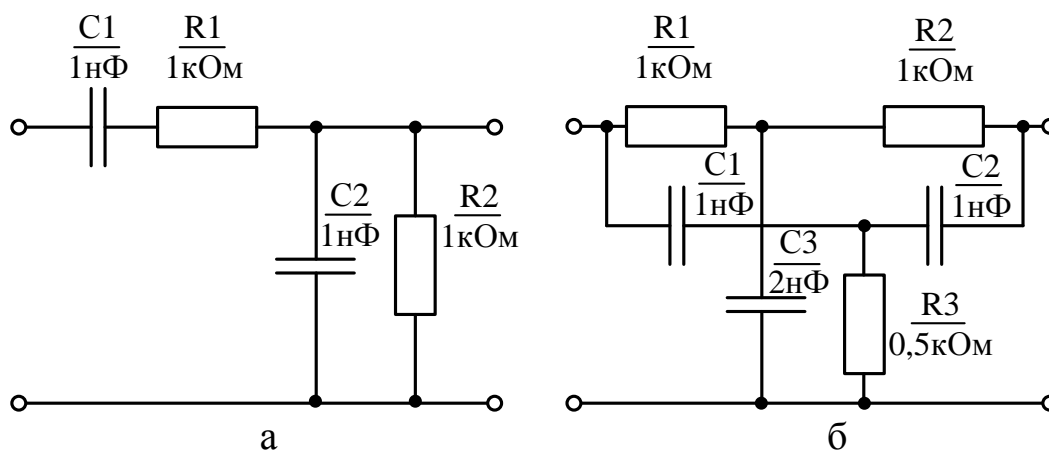

Рис. 1.4. Схемы полосно-пропускающего (а) и полосно-заграждающего (б) фильтров
6) Составить схему полосно-пропускающего фильтра (ППФ) (рис. 1.4, а). С помощью Бode-плоттера определить логарифмические амплитудно- и фазочастотные (ЛАЧХ и ЛФЧХ) характеристики цепи. По графику ЛАЧХ определить центральную частоту пропускания f_0 .
8) Составить схему полосно-заграждающего фильтра (ПЗФ) (рис. 1.4, б). С помощью Бode-плоттера определить логарифмические амплитудно- и фазочастотные (ЛАЧХ и ЛФЧХ) характеристики цепи. По гра-